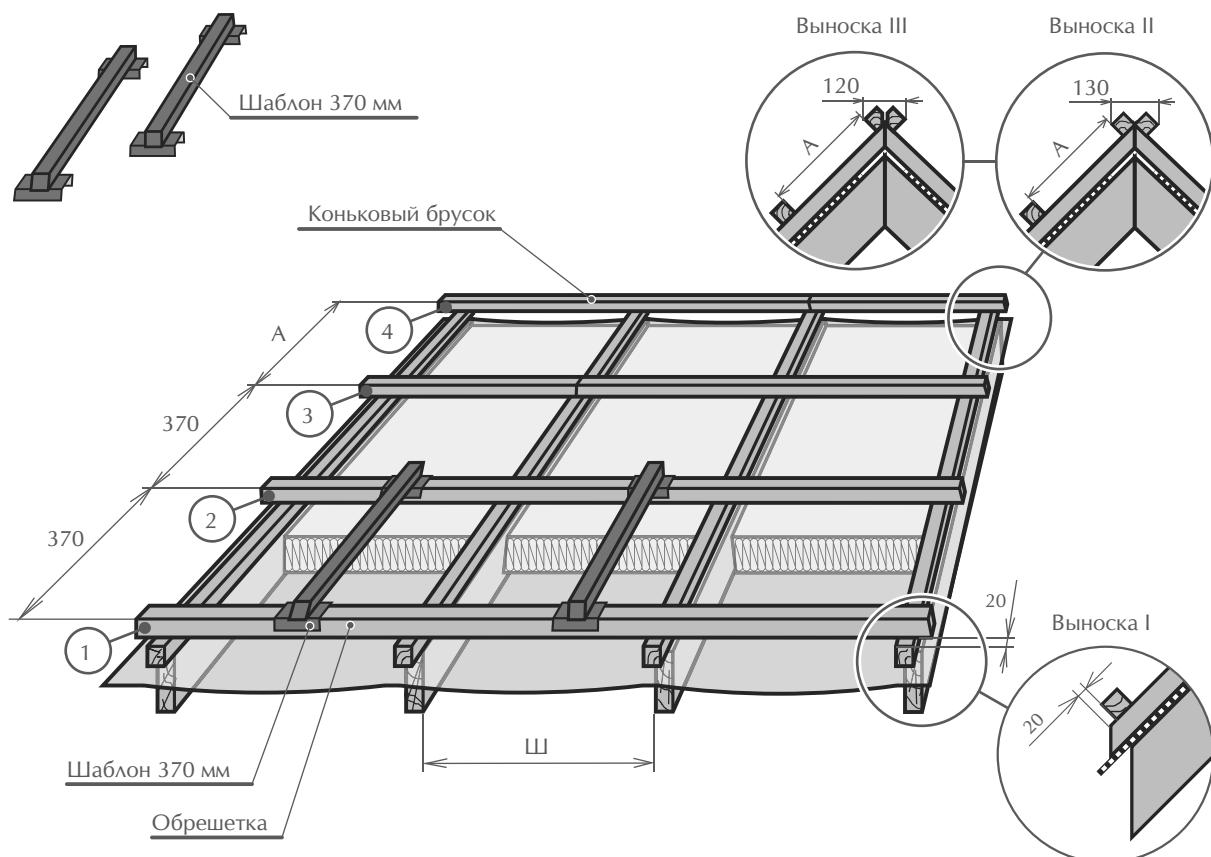

Рис. 5.2-1
Для обрешетки применяются деревянные бруски сечением 50x50 мм, если шаг стропил Ш (рис. 5.2-1) не превышает 1000 мм. При большем шаге стропил сечение, брусков необходимо увеличить в соответствии с рекомендациями Вашего проектировщика. Влажность материала не должна превышать 20% от сухого веса.
Монтаж обрешетки осуществляется снизу вверх 1, 2, 3, 4 (рис. 5.2-1). Нижняя обрешетина
прибивается на расстоянии 20 мм от нижнего торца бруска контробрешетки и служит для фиксации нижнего ряда листов (рис. 5.2-1, выноска I). Бруски обрешетки стыкуйте на брусках контробрешетки. Длина брусков обрешетки должна быть не менее двух пролетов между стропилами.
**Важно, чтобы расстояние между нижними гранями обрешетки обязательно выдерживалось равным 370 мм!** Это условие, необходимое для образования замка между стыкуемыми листами композитной черепицы, обеспечивает надежную гидроизоляцию, ветрозащиту и эстетичный вид кровли. С этой целью нужно использовать шаблоны, которые можно изготовить из подручных средств (рис. 5.2-1).
(MetroShake®), Метрошайк-II (MetroShake-II®), Метроклассик (MetroClassic®). Коньковые бруски обрешетки, необходимые для крепления полукруглых коньковых элементов, должны крепиться по обе стороны от конька на расстоянии 130 мм (рис. 5.2-1, выноска II). Коньковые бруски обрешетки необходимые для крепления ребровых коньков предварительно необходимо обтесать и закрепить по обе стороны от конька на расстоянии 120 мм (рис. 5.2-1, выноска III).
Прежде чем устанавливать верхний ряд листов, измерьте расстояние А (рис. 5.2-1). В зависимости от расстояния А возможно несколько вариантов крепления верхнего ряда листов.